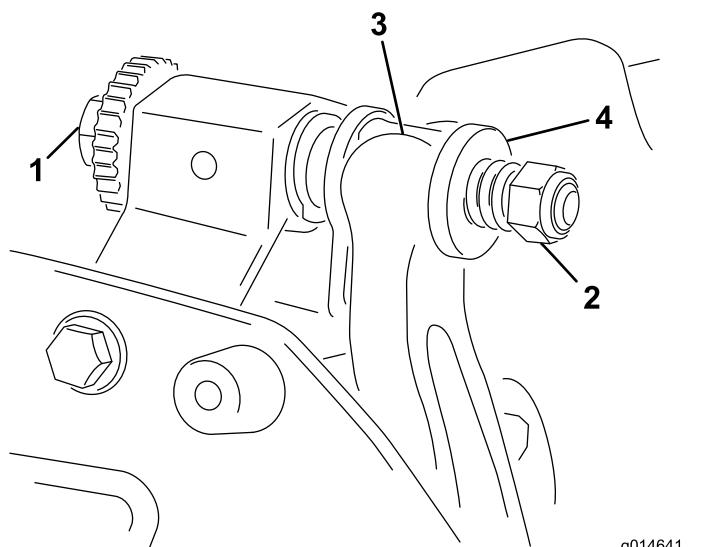

Figura 20
1. Ruotate la vite di regolazione della barra di appoggio in senso antiorario per allontanare la controllama dal cilindro (Figura 20).
2. Allentate il dado di tensione della molla, finché la rondella non sarà più in tensione contro la barra di appoggio (Figura 20).
1. Montate la barra di appoggio posizionando i supporti di montaggio tra le rondelle e la vite di regolazione della barra di appoggio (Figura 20).